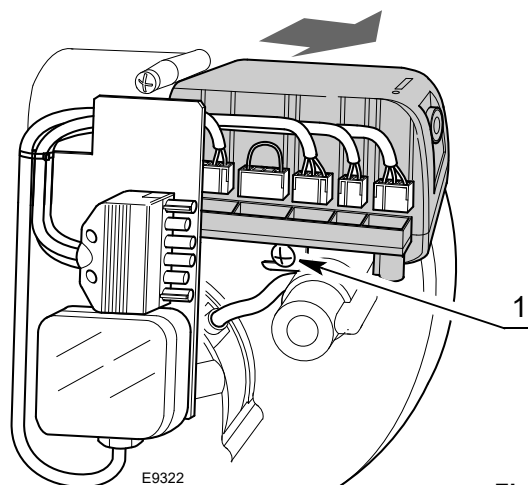

Fig. 15
- débrancher tous les connecteurs qui y sont reliés, la fiche à 6 pôles, les câbles de haute tension et le fil de terre (TB);
- dévisser la vis 1)(Fig. 15) et tirer la boîte de contrôle dans le sens de la flèche.
- visser la vis 1)(Fig. 15) avec un couple de serrage de $1 \div 1,2$ Nm;